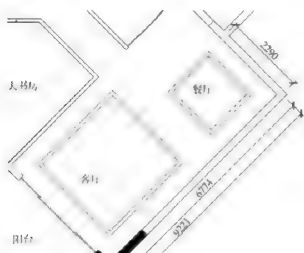

图 8-13
**步骤5:** 使用偏移工具 $\text{O}$ , 对修剪之后的直线向内偏移100。再使用修剪工具 $\text{F}$ 对偏移的直线进行修剪, 如图8-13所示。